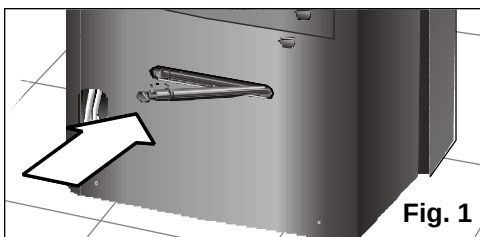

Fig. 1
- ❑ Assicuratevi che il tappo si scolo sia collocato bene, perché può allentarsi durante il trasporto, **Fig. 1**.